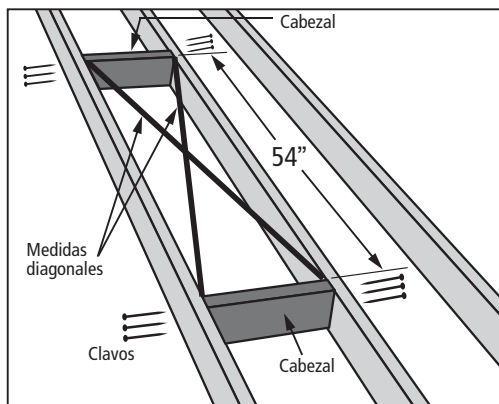

FIGURA 18
Haga la abertura en el techo del tamaño que se indica en la Tabla 1 asegurando que las dimensiones de las mediciones diagonales del marco son iguales como se ilustran en la Figura 18.
### A. Para abertura sin necesidad de remover vigas del techo (Figura 18).
- Localizar los cabezales en la parte delantera y trasera de la abertura como se muestra en la Figura 18.
- Asegúrelo usando (3) clavos de 16d (aprox. 3 ½” de largo) en cada extremo del cabezal.